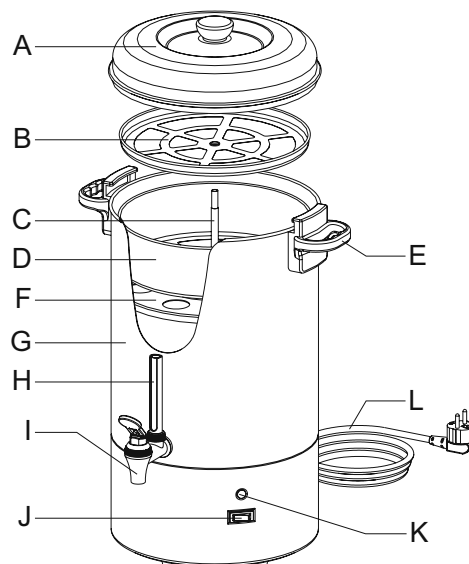
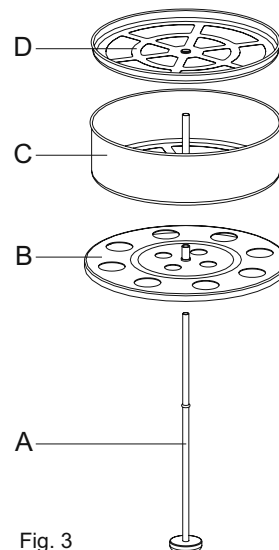

Fig. 1
Fig. 3
Kuvassa (Fig. 1) on esitelty laitteen tärkeimmät osat:
Päälle/pois-kytkin (J, Fig. 1)
Merkkivalo (K, Fig. 1)
1. Työnnä suodatusputki (kohta A, Fig. 3) ritilän (B) keskiosan läpi ja laita se säiliöön. Varmista, että suodatusputken jalka asettuu tukevasti pohjassa olevaan syvennykseen.
3. Aseta pannukarkeaa kahvijauhetta suodattimeen (C).
4. Sulje suodatin suodattimen kannella (D).
7. Kytke keitin päälle (J, Fig. 1).
8. Kun punainen merkkivalo (K, Fig. 1) syttyy, kahvi on valmista ja pysyy automaattisesti lämpimänä.